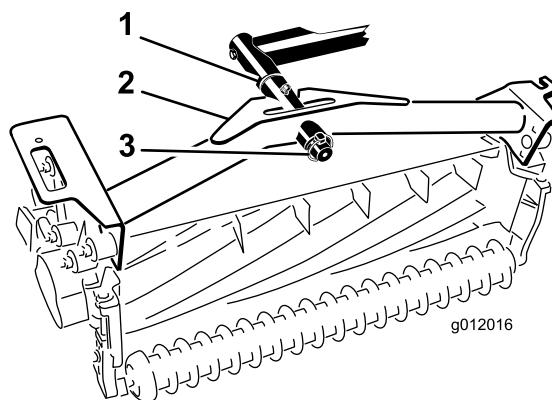

Figura 20
2. Fate scorrere il telaio portante dell'apparato di taglio sull'asta orientabile e fissatelo con un acciarino (Figura 20).